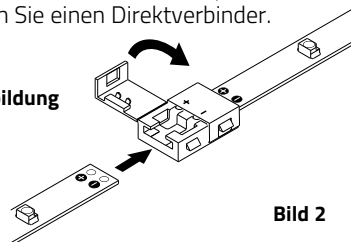

Bild 2
2. Verschluss des Direkt-/Einspeisungsverbinders öffnen (Bild 2+3).
3. Direkt-/Einspeisungsverbinder auf das Ende des VARDIFLEX LED-Strips stecken (Polung beachten) und den Verschluss schließen (Bild 2+3).
2. Open the shutter of the direct / in-feed connector (Fig. 2+3).
3. Connect the in-feed connector to the end of the VARDIFLEX LED strip (observe polarity) and close the fastener (Fig. 2+3).